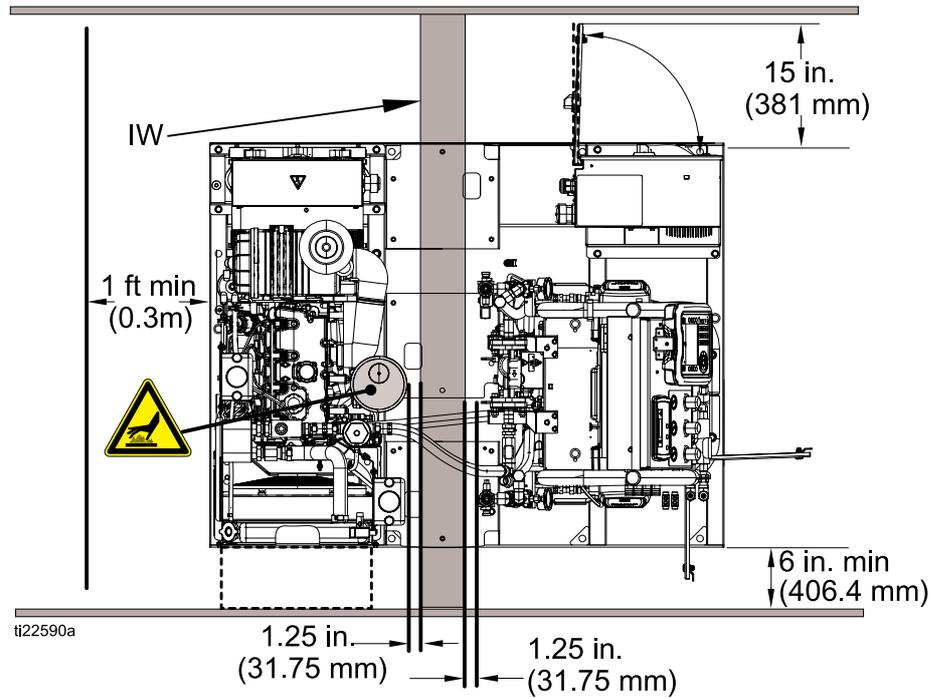

Figure 22 Vue de dessus avec un mur
4. Installez un mur (IW) à l'emplacement du réservoir à carburant. Assurez-vous qu'il y a un espace minimum de 31,75 mm (1,25 po) entre le mur et le silencieux d'échappement. Consultez la Fig. 22.